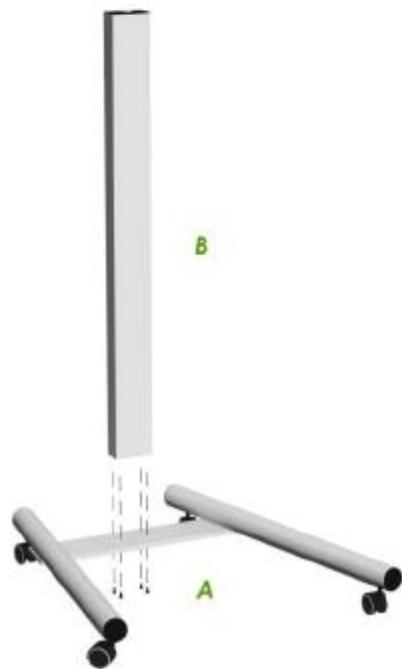

Рис. 14
- ✓ После сборки стойки мобильной (**A**) можно зафиксировать опорное плечо (**B**) с использованием четырех болтов 6x20, как показано на рис. 14